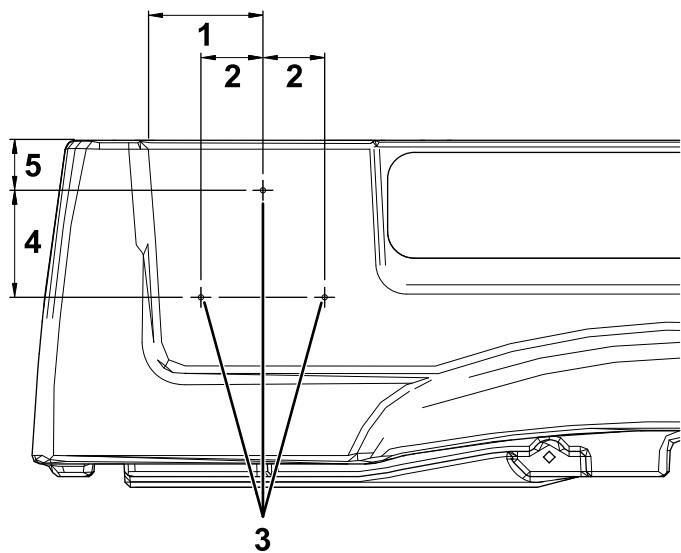

图 15
1. 在货斗的左侧从模塑件的右边缘测量出 136mm 从货斗顶部向下测量出 60mm 并标记此位置 图 15。
2. 从步骤 1 中标记的孔向下测量出 128mm 然后从此位置向右和向左测量出 74mm 并标记这 2 个位置 图 15。
3. 分别在 3 个标记的位置钻一个 5mm 的孔 图 15。